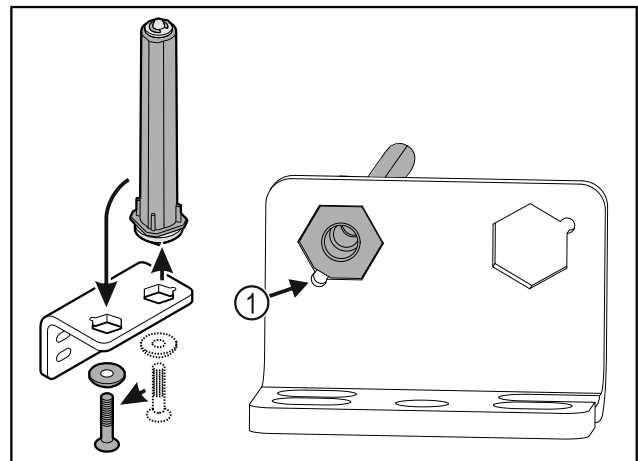

Fig. 41
- Darauf achten, dass beim Einsetzen die Bolzenabschrägung Fig. 41 (1) zum runden Loch zeigt.